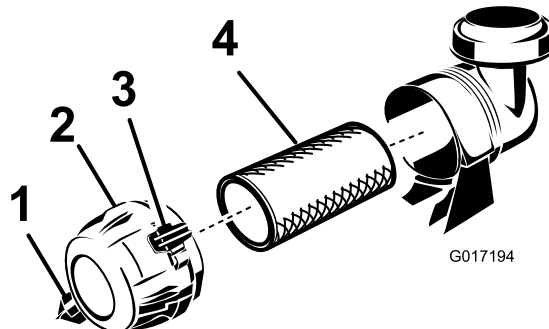

図 22
1. ラッチを引いて外し、カバーを左にひねってボディーからははずす（図 22）。
3. 汚れを落とさないように注意しながら、ボディー（図 22）内部からフィルタを静かに引き出す。
3. カバーについている異物逃がしポートを清掃する (図 22)。